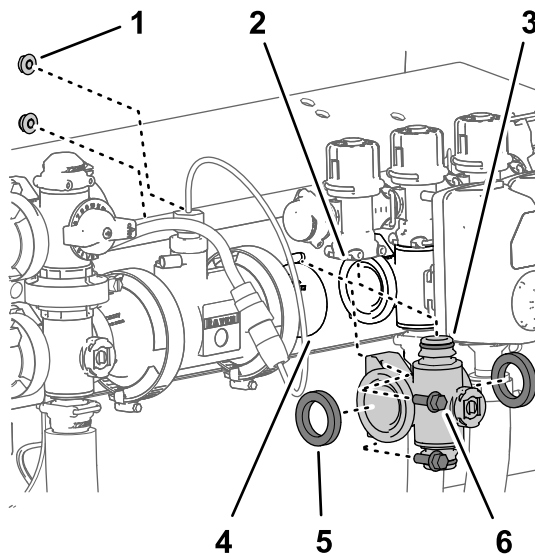
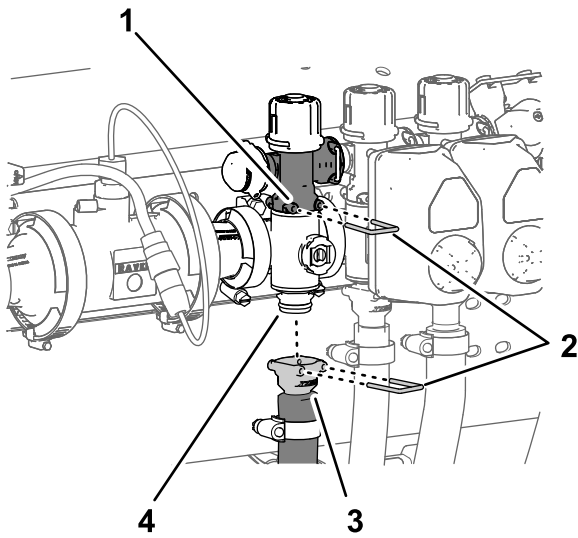

Figure 119
Figure 120
1. Aligned les 2 joints que vous avez retirés à la section Dépose de la valve de collecteur de section de rampe (page 86) et les brides du collecteur de vanne de section (Figure 119).
2. Alignez la bride du collecteur de vanne de section entre les brides des autres vannes de section et/ou adaptateur d'accouplement (Figure 119).
3. Fixez le raccord rapide du collecteur de vanne de section au raccord rapide femelle de la vanne de dérivation de section à l'aide d'un l'étrier de fixation (Figure 119 et Figure 120).
5. Pour les collecteurs de vannes de section gauche et droite, fixez le collecteur de vanne de section au support de vannes (Figure 119) à l'aide des 2 boulons à embase ($\frac{1}{4} \times \frac{3}{4}$ po) et des 2 contre-écrous à embase ($\frac{1}{4}$ po) que vous avez
8. Fixez le raccord rapide du flexible de section au raccord rapide du collecteur de vanne de section à l'aide de l'étrier de fixation (Figure 120).